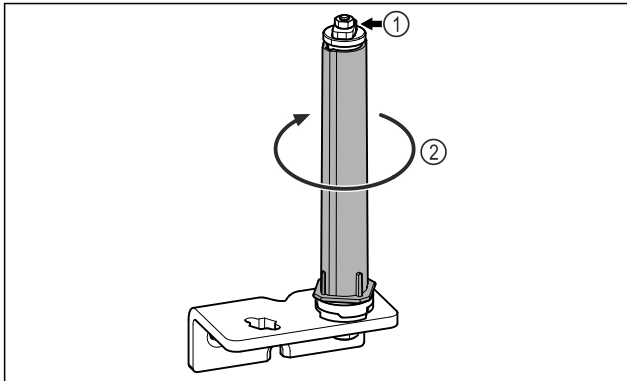

Fig. 22
- ▶ Μην αποσυναρμολογείτε το σύστημα κλεισίματος πόρτας Fig. 22 (1).
- ▶ Περιστρέψτε το σύστημα κλεισίματος Fig. 22 (2), μέχρι να κάνει κλικ.